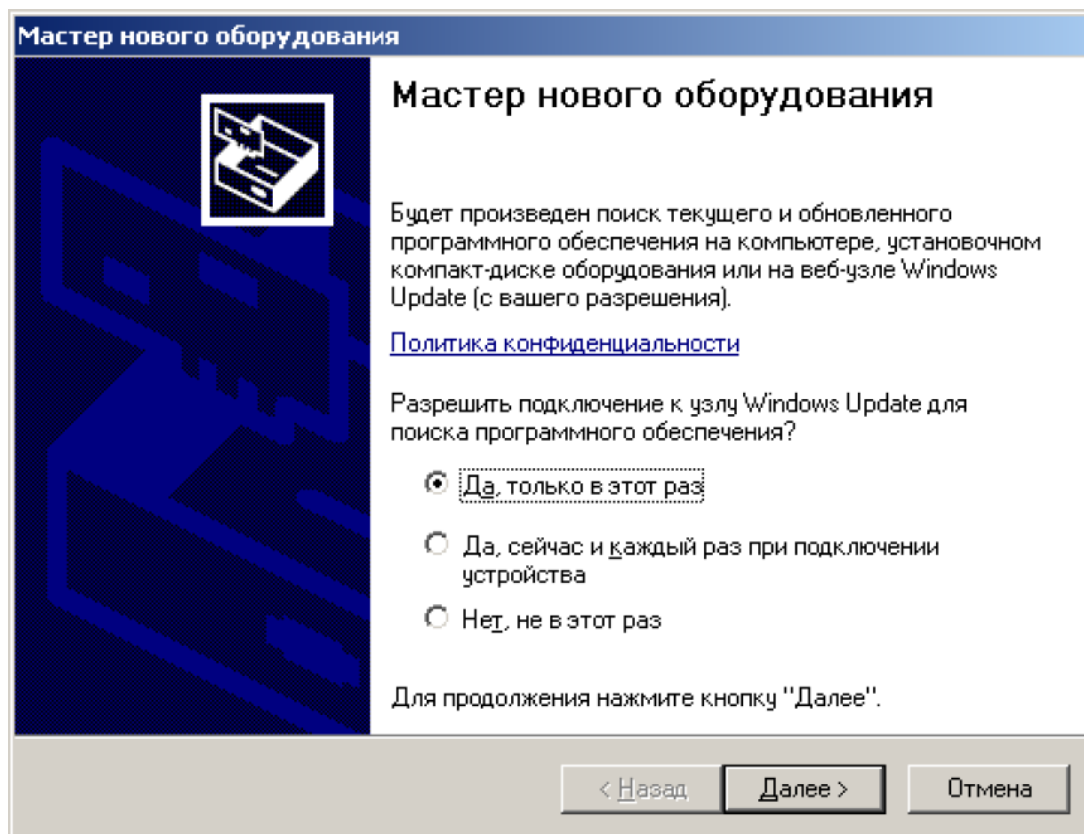

Рис. 3
- 2 После запуска мастера нового оборудования (Рис. 3), следует выбрать пункт «Да, Только в этот раз» и нажать кнопку «Далее».